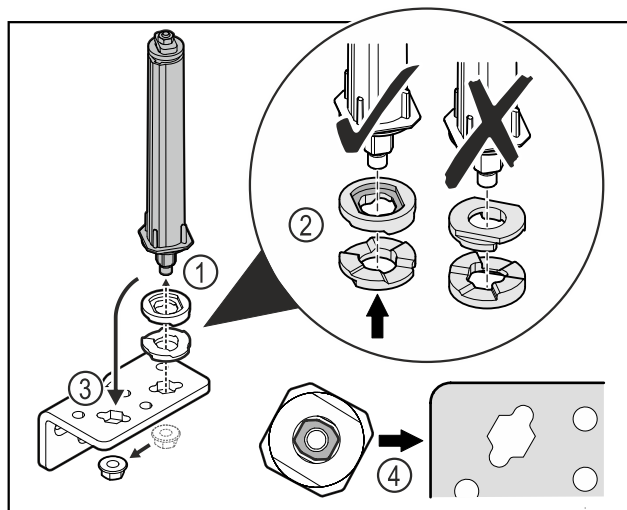

Fig. 32
- ▶ Lironi dado dhe hiqni sistemin e mbylljes së derës Fig. 32 (1).
- ▶ Bëni kujdes për orientimin e saktë të rondelave të rregullimit të lartësisë Fig. 32 (2).
- ▶ Ktheni sistemin e mbylljes së derës në profilin e menteshës në anën tjetër dhe shtrëngojeni atë me dado Fig. 32 (3).
- ▶ Gjatë vendosjes, bëni kujdes për orientimin e saktë të sistemit të mbylljes së derës Fig. 32 (4).